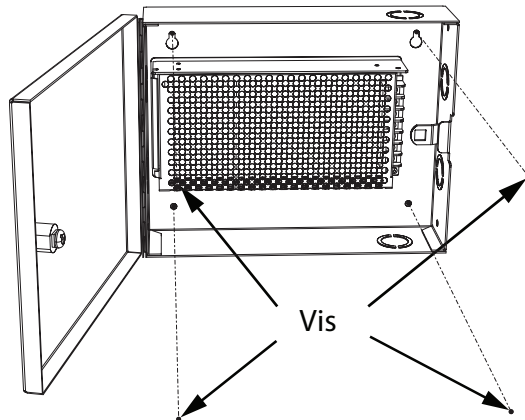

Figure 7: Boîtier de l'alimentation électrique
2. En utilisant le boîtier d'alimentation électrique comme modèle, marquer l'emplacement des trous de fixation à l'arrière tel qu'illustré dans la figure 7. S'assurer qu'au moins un des côtés se situe au-dessus d'un montant mural.